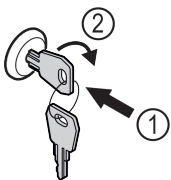

Fig. 105
- ▶ Zatlačte kľúč Fig. 105 (1).
- ▶ Otočte kľúč o 90° v smere hodinových ručičiek Fig. 105 (2).